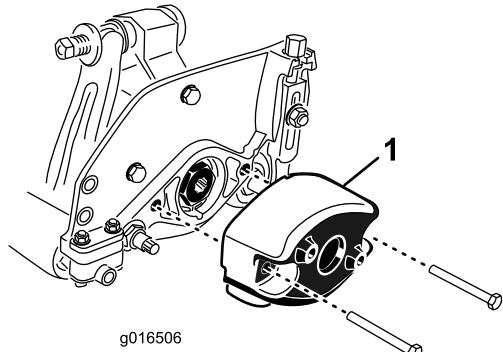

Figura 9
- Togliete i 2 bulloni che fissano il contrappeso all'estremità sinistra dell'apparato di taglio. Togliete il contrappeso (Figura 9).
- Sull'estremità destra dell'apparato di taglio applicate un leggero strato di olio sull'O-ring e montate il contrappeso con i bulloni rimossi in precedenza (Figura 9). Serrate le viti ad un valore compreso tra 16 e 20 Nm.